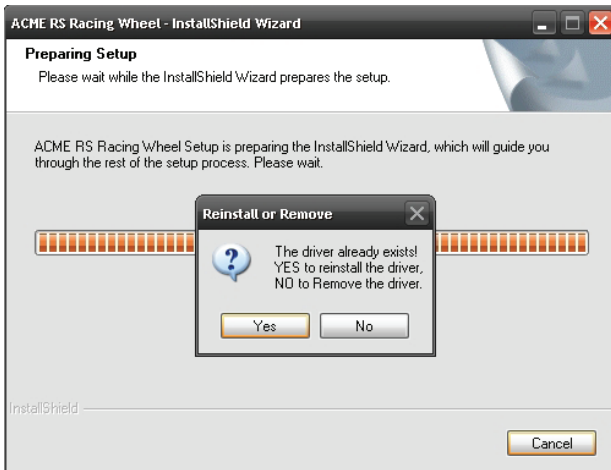

Bild 7
- Starten Sie den Treiber erneut. Klicken Sie auf "NO", um den Treiber zu deinstallieren. Klicken Sie auf "YES", um den Treiber neu zu installieren. (Siehe Bild 7 "Einrichten der Tastaturbelegung".)